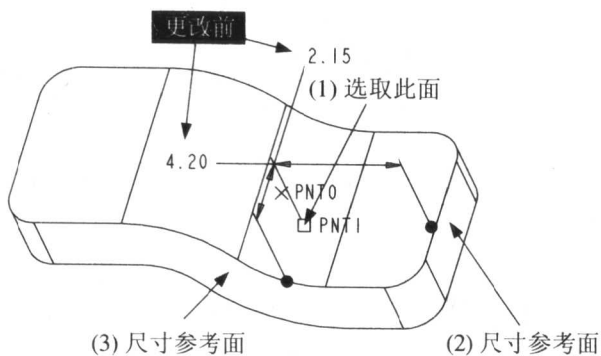

图 1.7
- [选取如图 1.7(1)所示的面, 令基准点落在此面上]
- [按照步骤 2 的方法将定位把手 1 移至零件的右侧面, 定位把手 2 移至零件的正面, 如图 1.7(2)及图 1.7(3)所示]